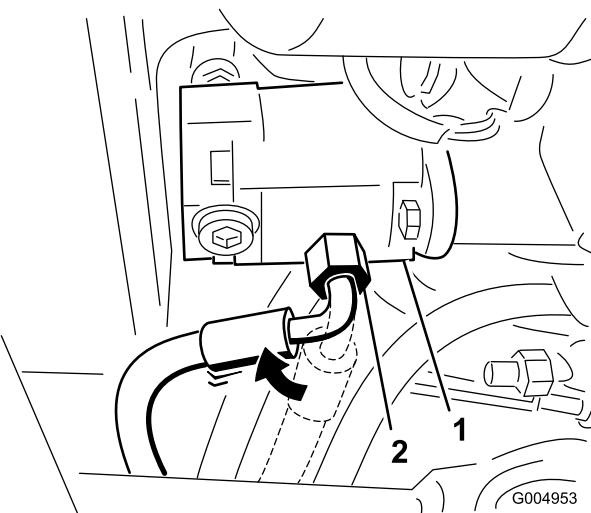

Рисунок 103
25. Ослабьте штуцер напорного шланга на насосе и поверните штуцер на 45 градусов в сторону передней части машины (Рисунок 103).
Примечание: Рисунок 103 показан на виде со стороны нижней части тягового блока.